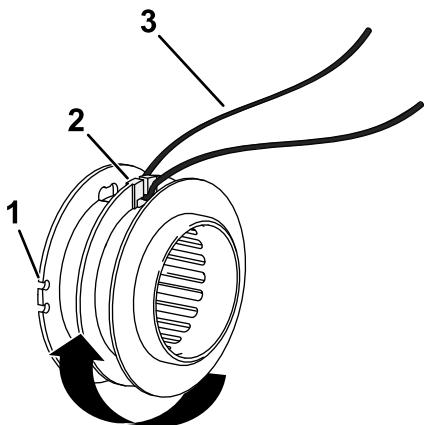

Figure 18
5. Pliez le nouveau fil à mi-longueur et insérez-le dans la fente de départ du bord central de la bobine (Figure 18).
6. Enroulez les 2 moitiés de fil également et solidement sur la bobine, comme montré à la Figure 18.
- 7. Enroulez le fil en le laissant dépasser juste assez de la bobine pour lui permettre de toucher l'équerre de réglage, puis enclenchez les extrémités dans les fentes de guidage sur la bobine (Figure 18).